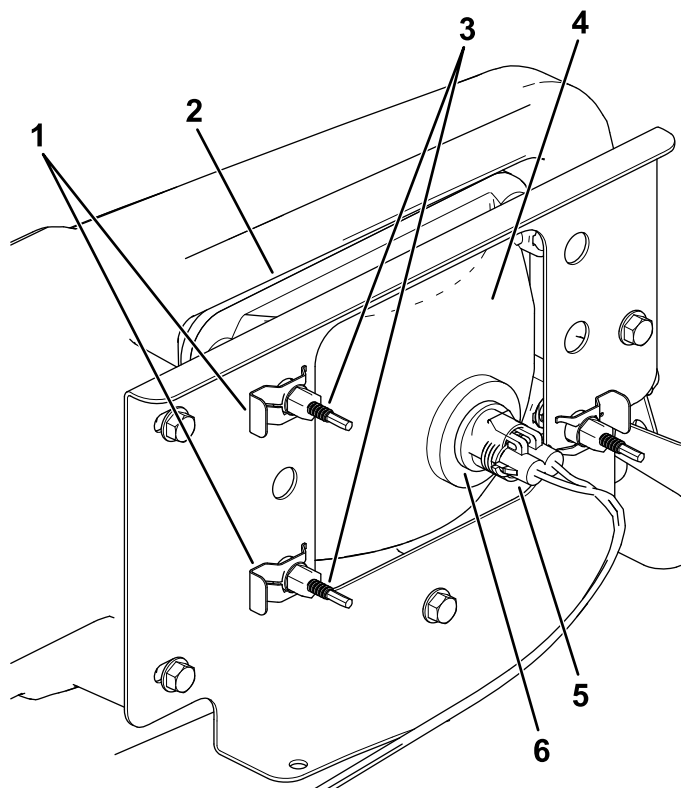

Figura 40
3. Desconecte el conector eléctrico del arnés de cables del conector del conjunto de la lámpara (Figura 40).
- Retire los conectores rápidos que sujetan el faro al soporte del faro (Figura 40).
- Retire el faro desplazándolo hacia adelante y pasándolo por el hueco del parachoques delantero (Figura 40).
- Introduzca el faro nuevo a través del hueco del parachoques (Figura 40).
- Conecte el conector eléctrico del arnés de cables al conector del conjunto de la lámpara (Figura 40).
- En la parte trasera del faro, gire los tornillos de ajuste (Figura 40) para pivotar el conjunto y ajustar de la posición del haz de luz.